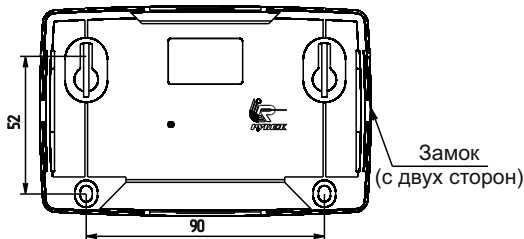

Рисунок 5. Посадочные размеры.
2. Разметить и просверлить два отверстия в месте установки модуля под шуруп $\varnothing 4$ мм (см. рисунок 5).